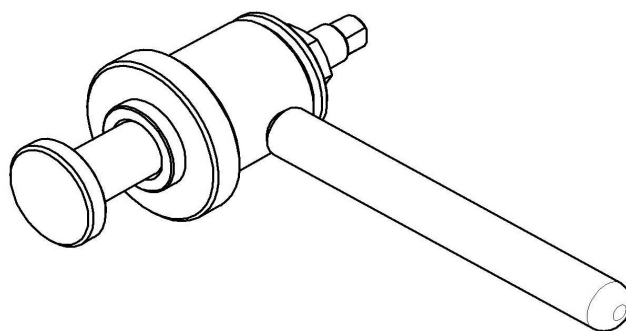

Рис.16. Приспособление для запрессовки манжет(11000001333).
- используя приспособление для запрессовки манжет (см. рис.16) установить манжету 1;